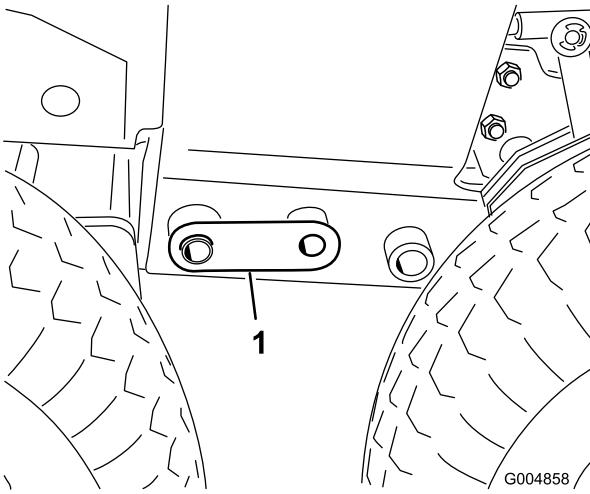

Рисунок 83
35. Удалите переднюю подъемную опору и опустите переднюю часть машины на колеса так, чтобы соединительные штифты (Рисунок 83) стали достаточно свободными для их снятия.